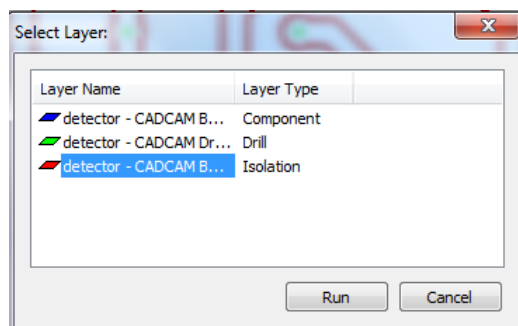

Figura 57. Seleccionando la capa de aislamiento en correr capa (Run Layer).
32. En la ventana correr capas (**Run layer**) seleccione la capa de aislamiento (Isolation) como se muestra en la figura 57.